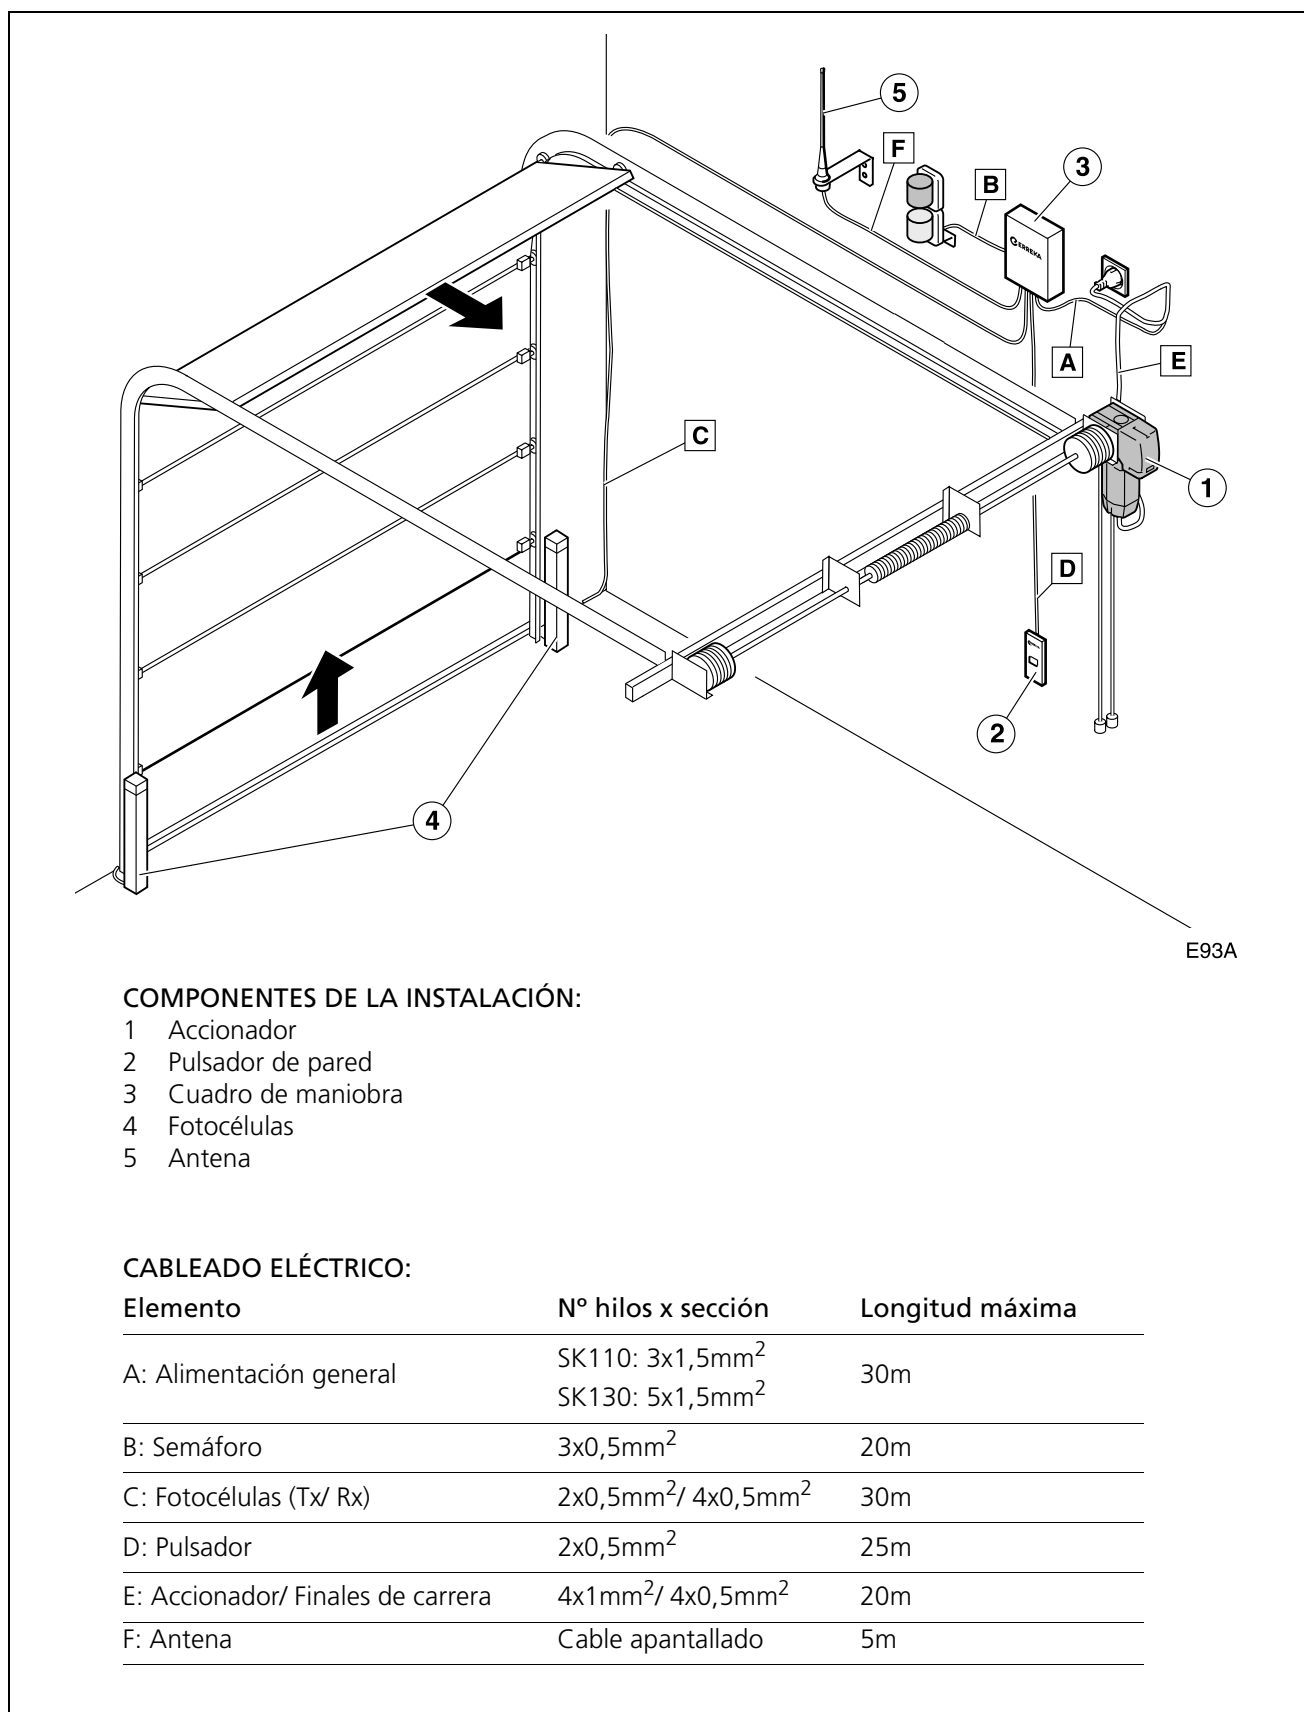

Fig. 1 Elementos de la instalación completa
- ℹ Para más información, vea "Fig. 1 Elementos de la instalación completa" en la página 3.
☞ La sección de los cables eléctricos se indica en: "Fig. 1 Elementos de la instalación completa" en la página 3.